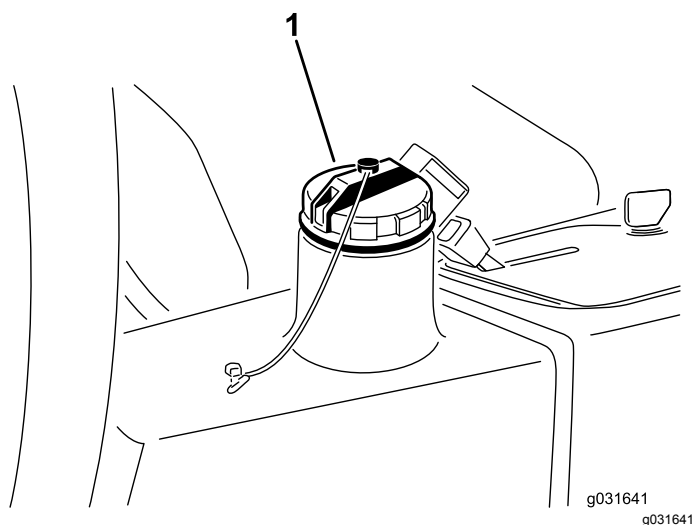

Figura 64
2. Limpe a zona em redor do tubo de enchimento e da tampa do depósito hidráulico (Figura 64).
3. Retire a tampa do reservatório hidráulico (Figura 64).